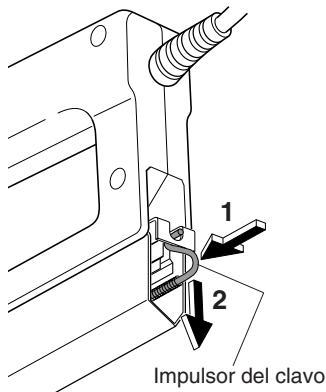
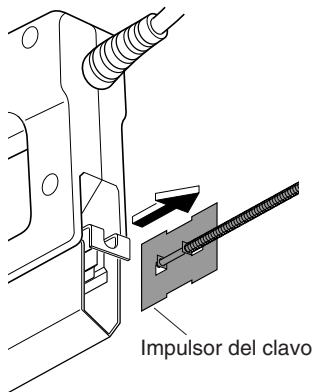

Figura 2
Figura 3
3. Retire de la cámara de clavos el impulsor del clavo. Acceda al impulsor del clavo por la parte posterior de la cámara de clavos. Empuje el extremo del impulsor del clavo hacia adentro y hacia abajo para soltarlo (vea la Figura 2). Hale el impulsor del clavo de la cámara (vea la Figura 3).